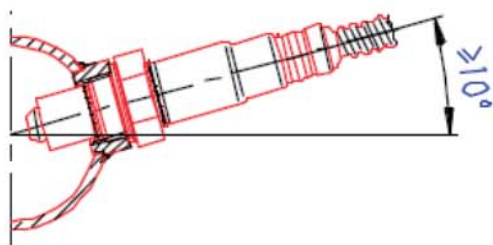

图3-15 氧传感器的安装方案
(2) 推荐的安装方案及要求
- 氧传感器应当安装成跟水平面的夹角大于等于 10° 度(电子接插件朝上),这样能防止冷凝水在传感器外壳与传感器陶瓷之间的积聚见图3-15。
若混合气偏稀，则陶瓷管内外氧离子浓度差较低，电势差较低，仅有少量的氧离子从内侧移动到外侧，输出电压较低（接近100mV）。信号电压在理论当量空燃比（ $\lambda=1$ ）附近发生突变，见图3-15。